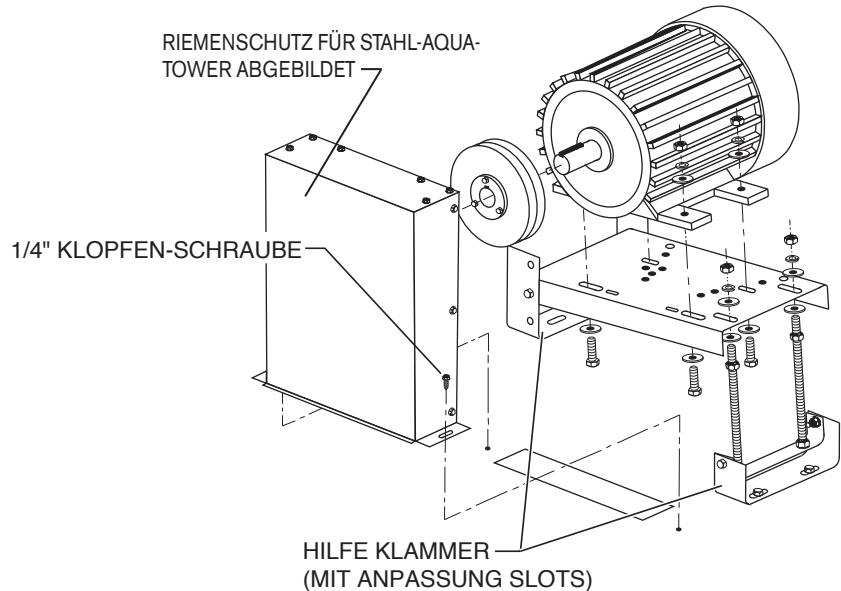
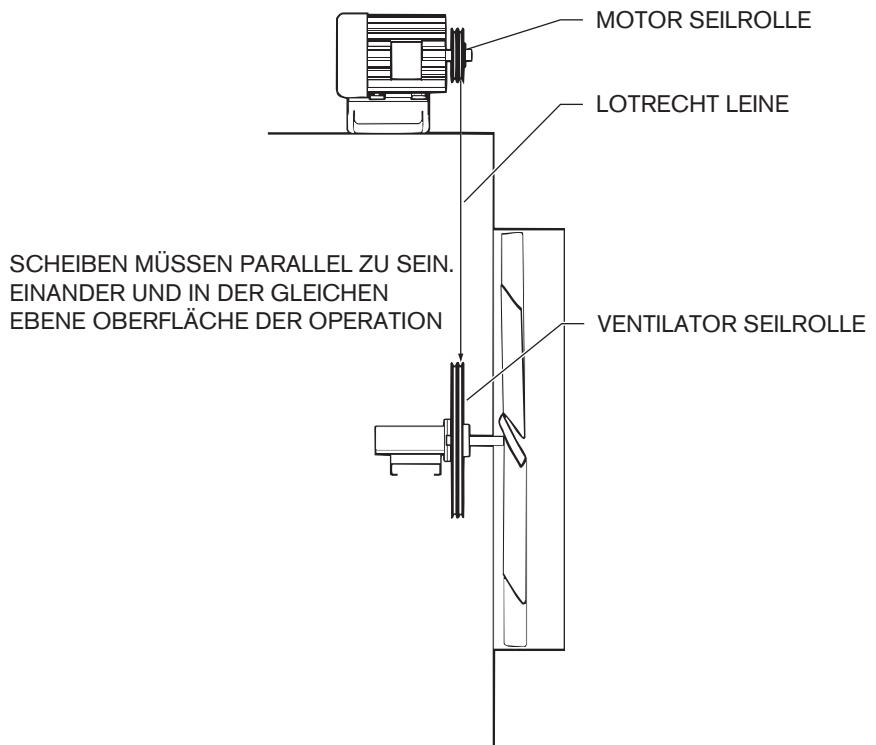
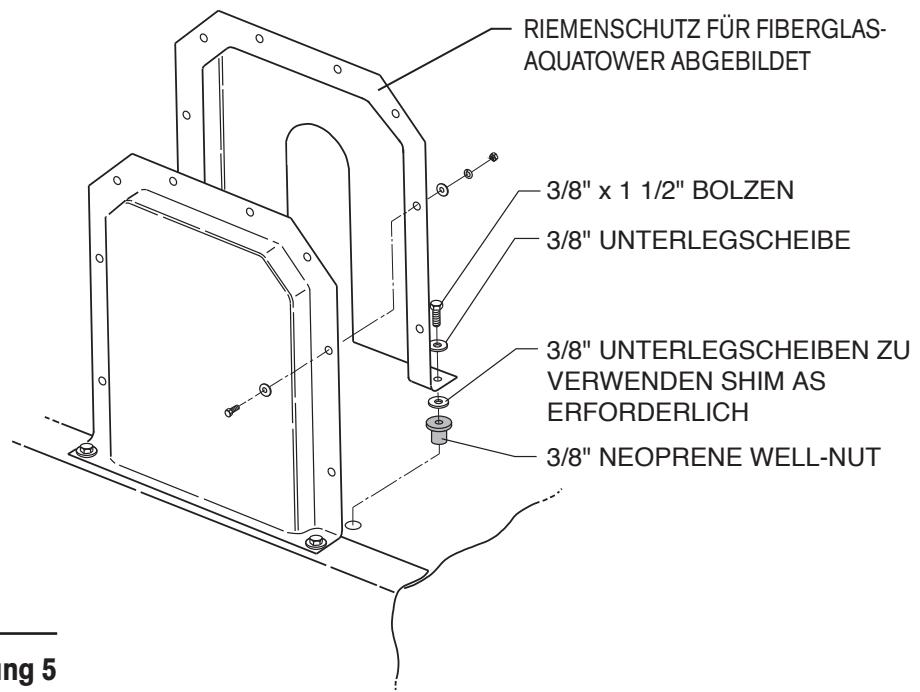

Abbildung 3
Abbildung 4
Abbildung 5
5. Installieren Sie die Motor-Scheibe und richten Sie sie mit der Ventilatorscheibe aus. Die Halterungen des Motors sind mit Schlitten ausgestattet, um die Ausrichtung zu erleichtern. Siehe Abbildung 3. Eine Richtschnur ist bei der Ausrichtung der Scheiben hilfreich. Siehe Abbildung 4.
8. Installieren Sie den Riemenschutz für Stahltürme wie in Abbildung 3 und für Fiberglas-Türme wie in Abbildung 5 gezeigt.